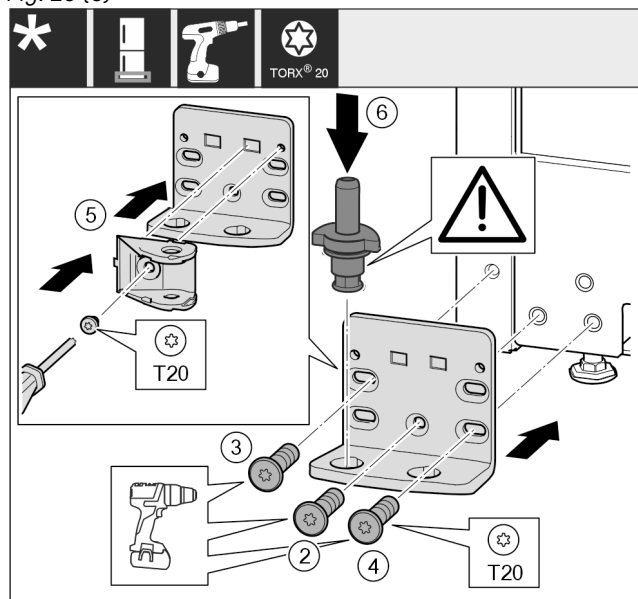

Fig. 26
- ▶ Εφαρμόστε το στήριγμα στην άλλη πλευρά και βιδώστε το με τη βοήθεια ενός κατσαβιδιού T20. Αρχίστε με τη βίδα 2 κάτω στο κέντρο. Fig. 26 (2)
- ▶ Σφίξτε τη βίδα 3 και 4. Fig. 26 (3,4)
- ▶ Περιστρέψτε τη σύνδεση της σουστάς κατά 180°. Βιδώστε στην άλλη πλευρά του στηρίγματος με κατσαβίδι T20. Fig. 26 (5)
- ▶ Τοποθετήστε ολόκληρο τον πείρο. Βεβαιωθείτε ότι το έκκεντρο ασφάλισης είναι στραμμένο προς τα πίσω. Fig. 26 (6)